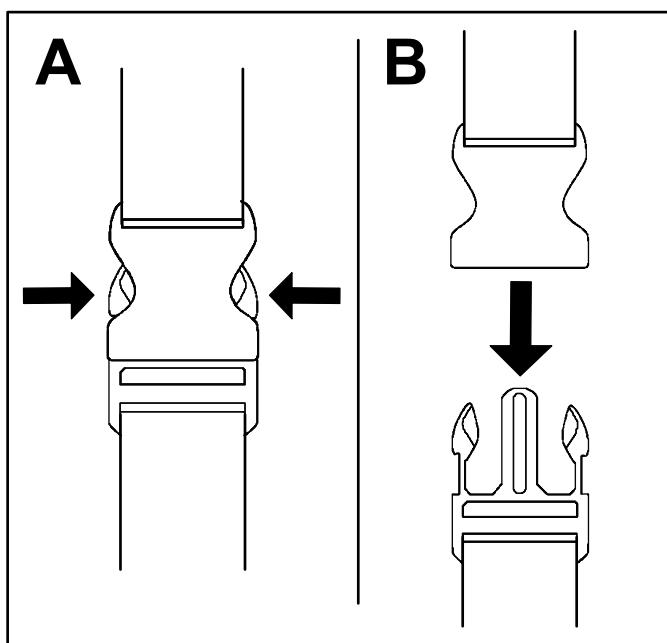

Figura 10
1. Esercitate una pressione sui lati della fibbia (A di Figura 10).
2. Consentite lo sganciamento della fibbia (B di Figura 10).